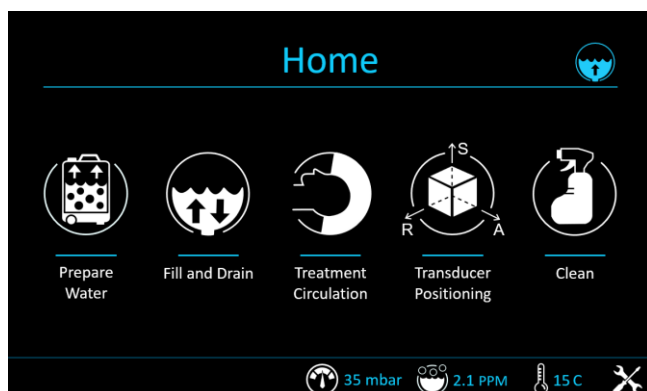
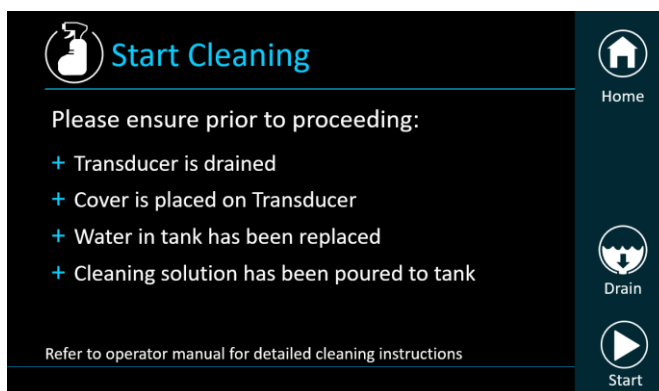
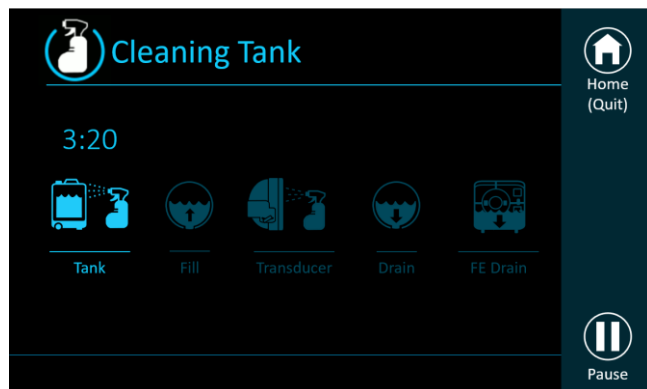

Figure 12-7: Menu « Home (Accueil) »
Figure 12-8: Menu « Clean (Nettoyage) »
Figure 12-9: Cleaning Tank (Nettoyage du réservoir)
Étape 12. Dans le menu « Home (Accueil) » de l'écran principal du système de distribution d'eau (**Figure 12-7**), appuyer sur l'option « Clean (Nettoyage) ». Le système passe en mode de nettoyage (**Figure 12-8**)
Étape 13. Appuyer sur le bouton « Start (Démarrer) » pour démarrer l'opération de nettoyage (**Figure 12-8**). Un compte à rebours s'affiche, indiquant le temps restant pour le nettoyage du réservoir (**Figure 12-9**).